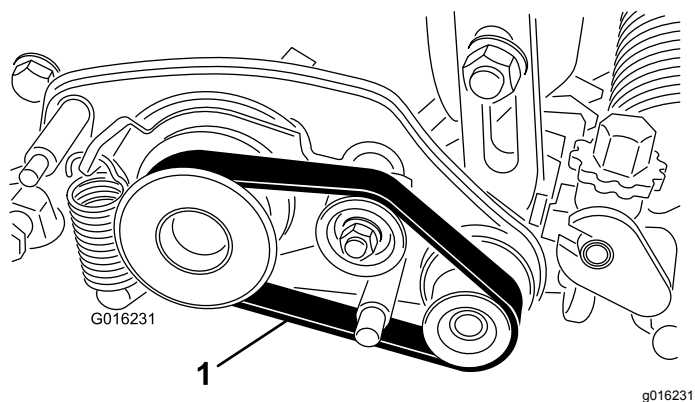

图 17
2. 如图 17 所示将皮带插入驱动皮带轮、怠轮皮带轮和从动皮带轮。